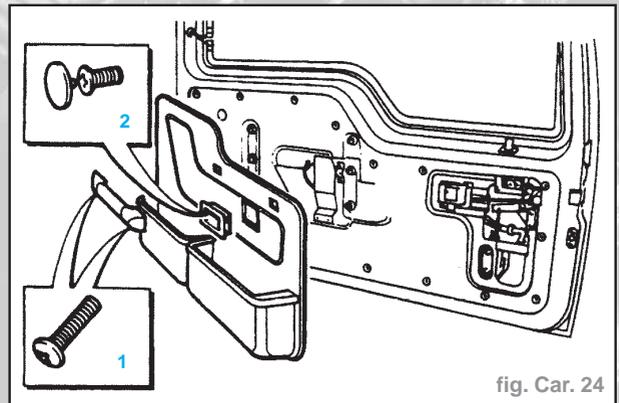

fig. Car. 24
- Déposer les deux vis retenant la poignée de porte et retirer celle-ci de la porte (1) (Fig. Car. 24).